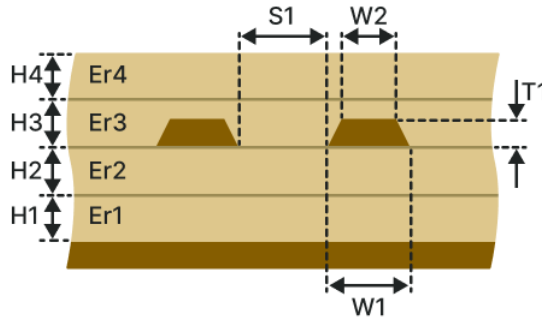

Рис. 151 Дифференциальная заглубленная ЛП (ДЗ-2Н2В)
- Дифференциальная заглубленная ЛП (ДЗ-2Н2В), см. Рис. 151.